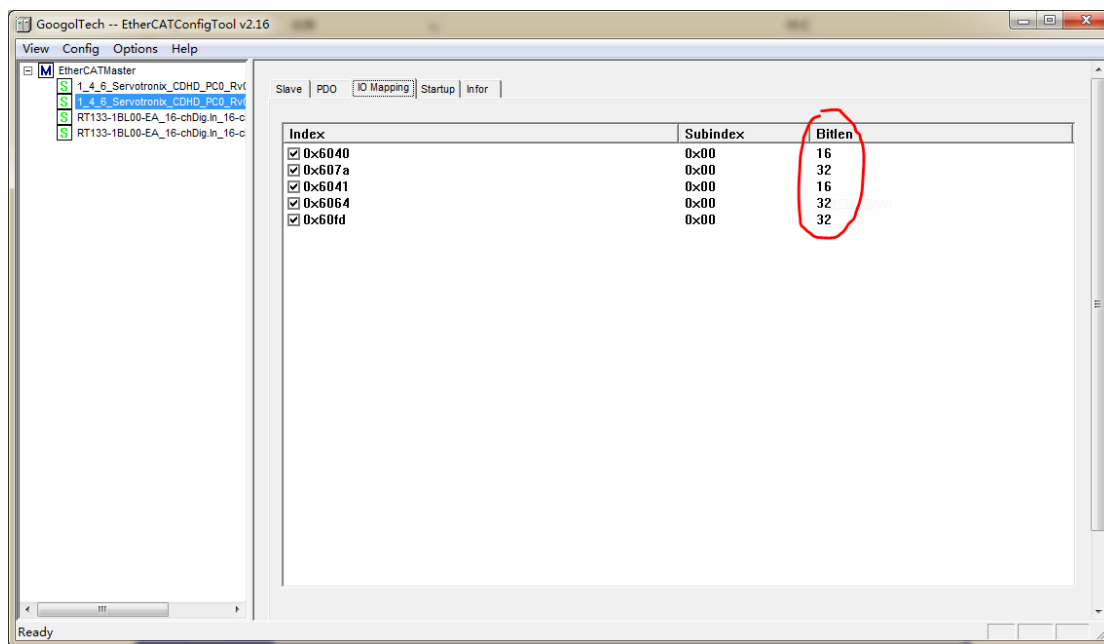

图 5-2 GTHD 默认配置之 PDO 信息
- (1) 如图 5-2 所示连接 4 个 EtherCAT 从站，其中 Slave0 和 Slave1 是 GTHD 伺服从站，Slave2 和